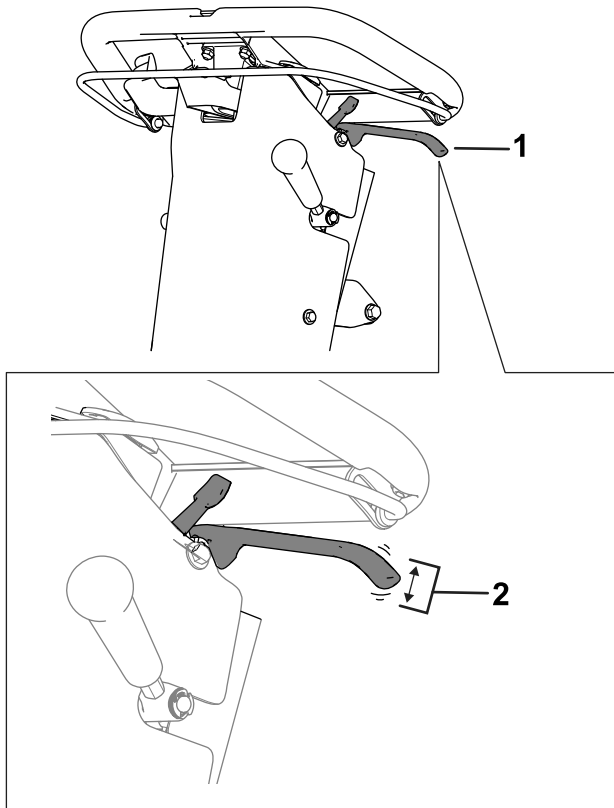

Bild 34
2. Messen Sie das Spiel am Ende des Feststellbremsgriffs (Bild 34).